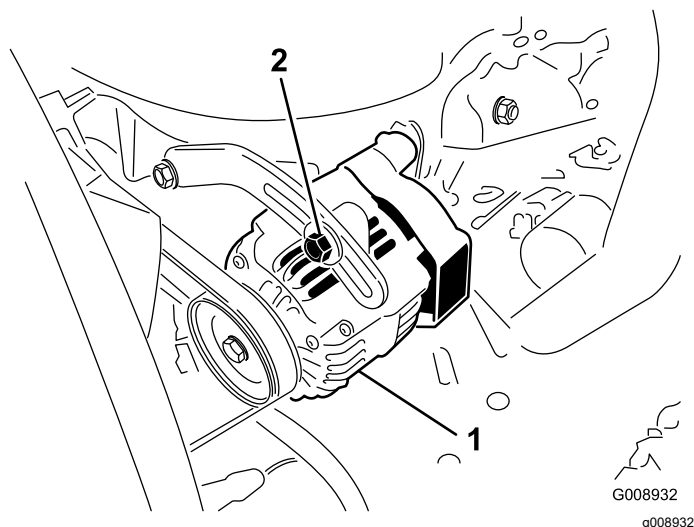

Figura 73
Compruebe la condición y la tensión de las correas (Figura 73) cada 100 horas de operación.
2. Si la desviación no es de 10 mm, afloje los pernos de montaje del alternador (Figura 73). Aumente o reduzca la tensión de la correa del alternador y apriete los pernos. Verifique de nuevo la desviación de la correa para asegurarse de que la tensión es la correcta.